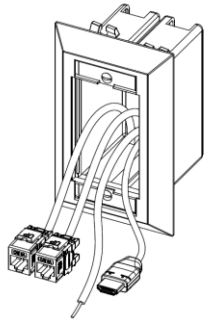

Figure 3
3. Terminate cable onto any connector or insert per that product's instructions. **(Figure 3)**
3. Effectuer les terminaisons au niveau des connecteurs ou modules en suivant les directives les accompagnant **(figure 3)**.